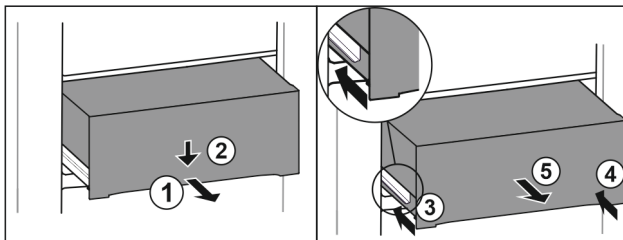

Fig. 105
- Estrarre il cassetto a metà. *Fig. 105 (1)*
- Premere il cassetto sul lato anteriore verso il basso. *Fig. 105 (2)*
- Spingere la guida sinistra di circa 2 cm verso l'interno. *Fig. 105 (3)*
- Spingere la guida destra di circa 2 cm verso l'interno. *Fig. 105 (4)*
- Rimuovere il cassetto tirandolo in avanti. *Fig. 105 (5)*